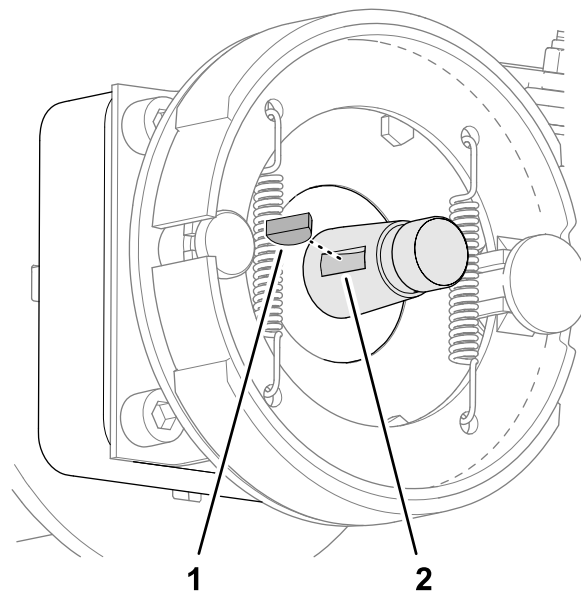

図 79
5. ホイールモータのシャフトから半月キーを外す 図 79。